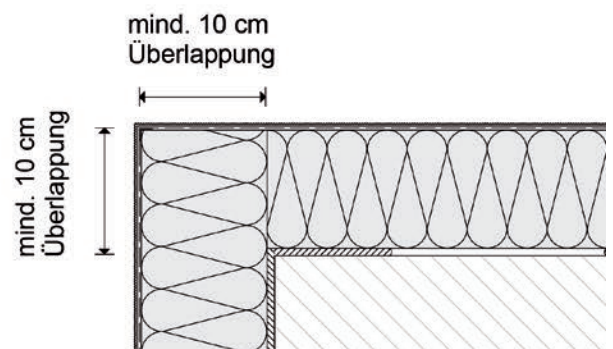

Abb. 32: Ausbildung Gebäudekante (Außenecke)
- Jegliche Überlappung von Textilglasgitter (z.B. **Baumit TextilglasGitter** zu **Baumit FensteranschlussProfil**/**Baumit FensteranschlussProfil** zu **Baumit KantenSchutz**) muss zumindest 10 cm betragen, siehe beispielsweise Abbildung 32.